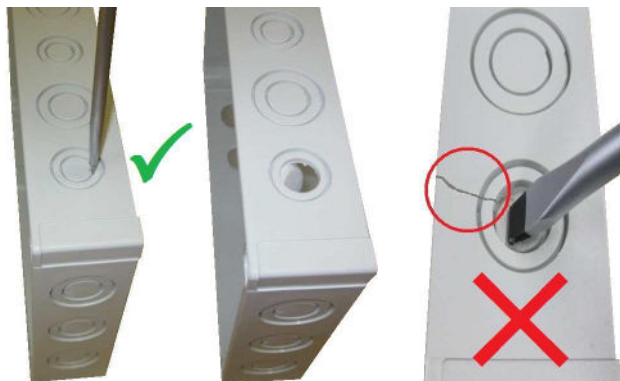

Fig. 5:
Innehåller kontaktor för utlösning av fullt motorskydd, till-/frånkoppling med inbyggd driftsindikeringslampa (fig. 1, pos. 1), uttag för extern potentialfri till-/frånkoppling och uttagslist för anslutningarna (fig. 5).